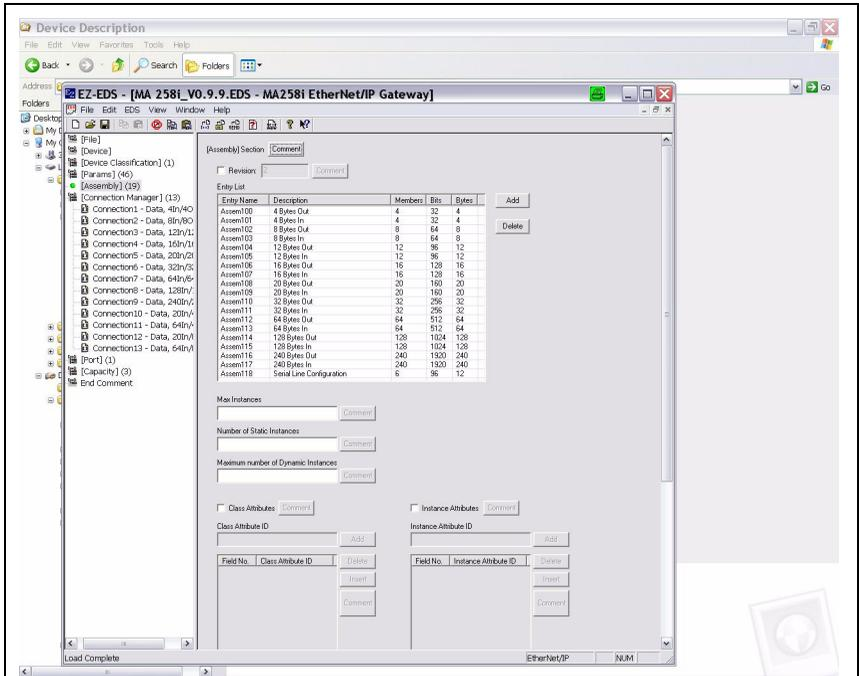

Bild 12.5: Assembly list
*) In Bild 12.5 sind die möglichen Datenlängen dargestellt, tatsächlich wählen Sie hier die zu Ihrer Anwendung passende Bytezahl aus. Empfehlungen hierzu erhalten Sie im Kapitel "Spezifikationen für Leuze Endgeräte" auf Seite 98.